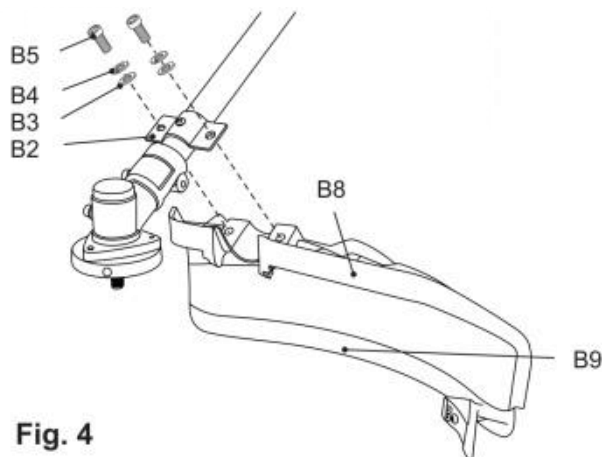

Fig. 4
- 3) Fissare il collegamento con bulloni (B5) , rondelle elastiche rs ((B4)) e rondelle (B3)) utilizzando l'utensile (E4) .(Fig.4).